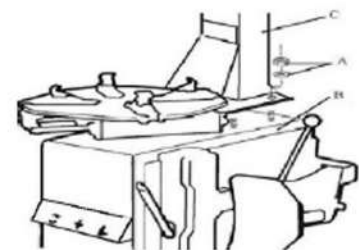

Fig. 3
2. Desparafuse a porca A do corpo do gabinete B conforme mostrado na Fig. 3. Levante a coluna C; monte-a no corpo da máquina B utilizando a porca A através do parafuso localizado no corpo da máquina B. Se a coluna se soltar após um período de uso, aperte as porcas e parafusos imediatamente. Caso contrário, poderá provocar danos ao pneu.